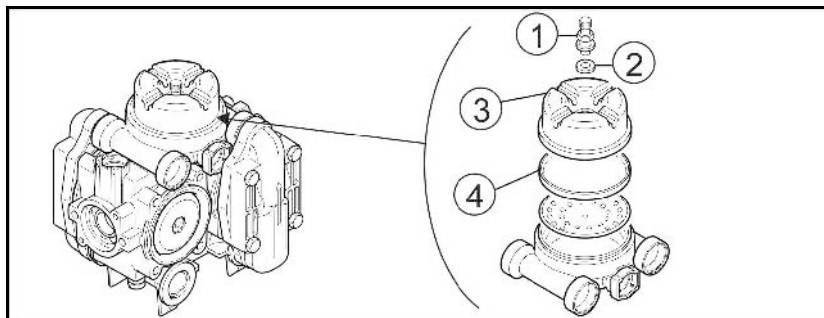

図 153
1. バルブ（図 153/1）とワッシャー（図 153/2）を取り外します。
2. 補助工具をカバーの溝に入れ、カバー（図 153/3）のねじを外します。
3. ダイヤフラム（図 153/4）を確認し、故障したダイヤフラムを交換します。